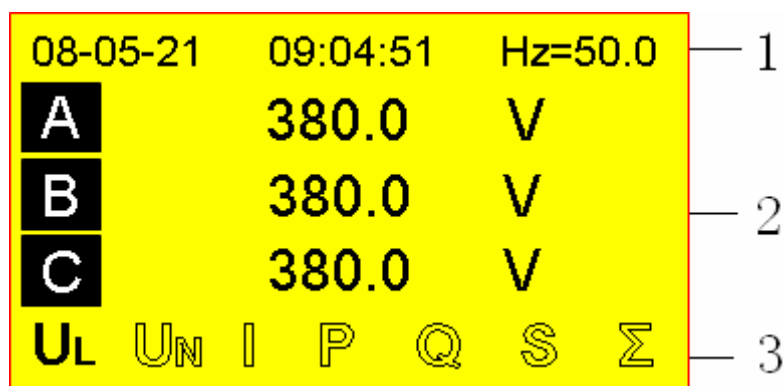

图 4.2.1-1 线电压
画面可分为 3 部分，即图 4.2.1-1 中标号 1、2、3 所指：
2. 对应三相电的具体电参量值，图 4.2.1-1 中所指示的为三相电压。